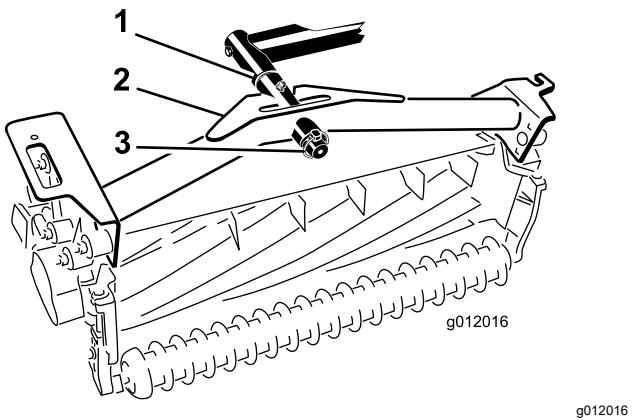

Figure 20
2. Poussez le bâti porteur de l'unité de coupe sur la tige de pivot et fixez-le avec une goupille à anneau (Figure 20).